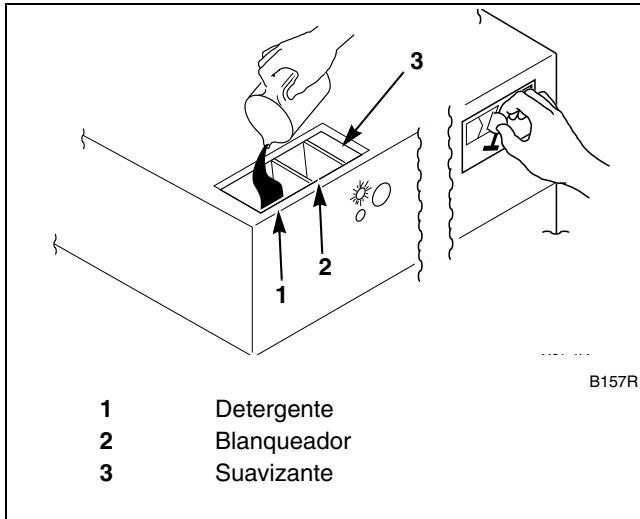

Figura 40
7. Eche líquido y/o polvos para llenar el distribuidor. Consulte la *Figura 40*.